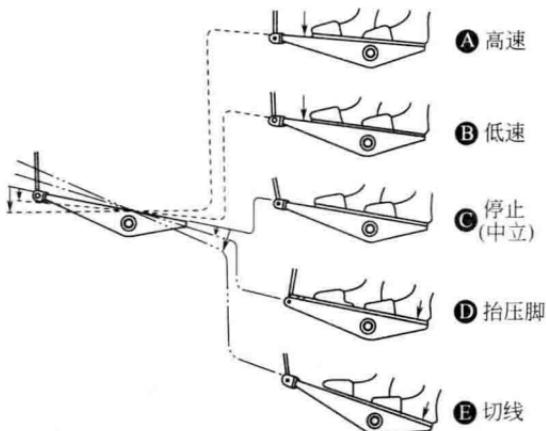

图 1-2 踏板的操作
作，如图 1-2 所示。
- ① 向前轻轻踩下踏板时为低速运转（图 1-2，B）。
- ② 再用力向前踏板为高速运转（图 1-2，A）（但在自动回针开关处在已设定状态时，其回针后再高速运转）。
- ③ 若将踏板返回中立状态，缝纫机停止运转（图 1-2，C；C 停止位置设定后，上停位或下停位停针）。
- ④ 向后倒踩踏板进行切线动作。然后机针在上停位停机（图 1-2，E）。
在使用自动压脚提升装置时，在停止和切线之间增加 1 级开关，即向后轻轻倒踩踏板时压脚抬起（图 1-2，D），在用力向后踩踏板时压脚下降，并进行切线动作。然后在机针停在上停位后，压脚被抬起。